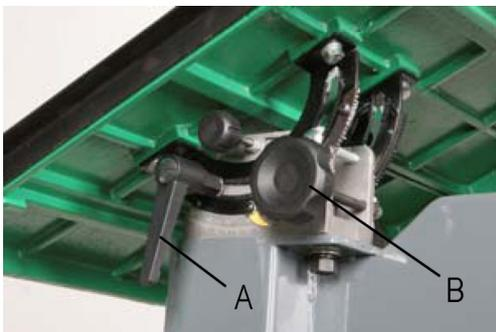

Abb. 9: Neigungseinstellung des Sägertisches
Schritt 1: Lösen Sie zuerst die Tischklemmung (Abb. 9; A).
Schritt 2: Stellen Sie den gewünschten Winkel am Drehknopf (Abb. 9; B) ein. An der Skala können Sie den Winkel ablesen.
Schritt 3: Anschließend ziehen Sie die Tischklemmung (Abb. 9; A) wieder fest, um die Tischposition zu sichern.